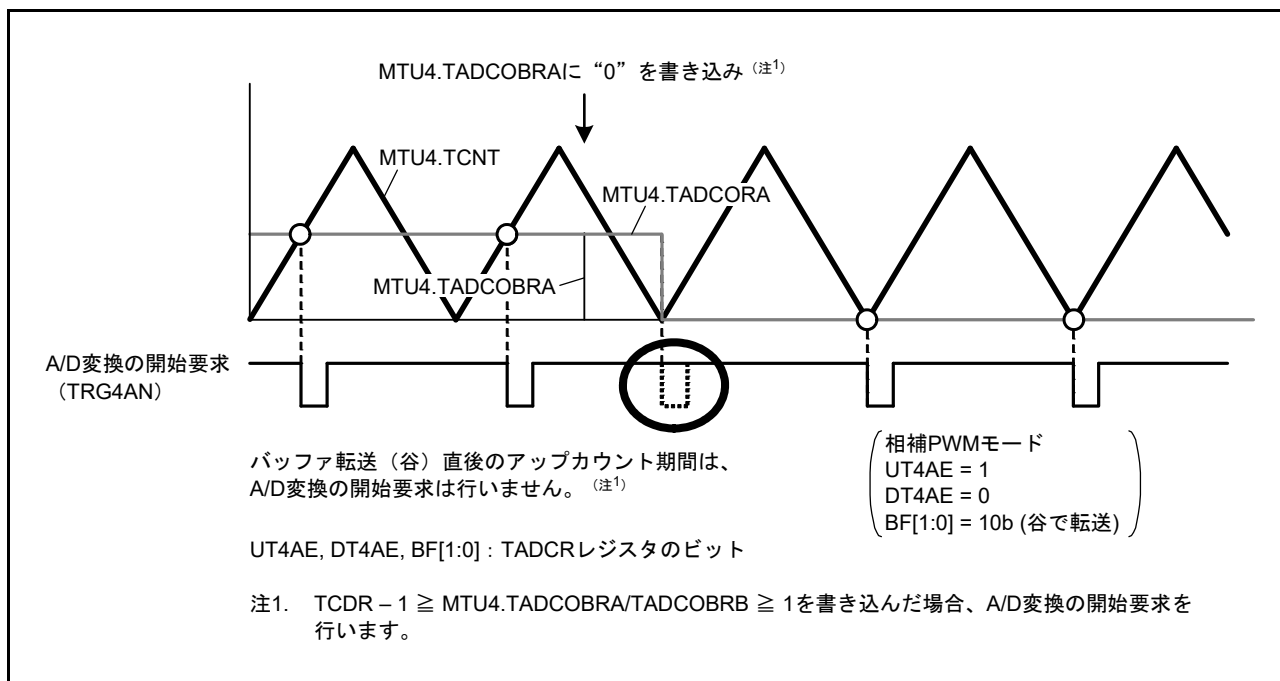

図 24.152 MTU4.TADCOBRA に“0”を書き込んだときの A/D 変換の開始要求 (MTU4)
- MTU4.TADCOBRA、MTU4.TADCOBRB (MTU7.TADCOBRA, MTU7.TADCOBRB) レジスタに“0”、かつ、MTU4.TADCR (MTU7.TADCR) レジスタの UT4AE、UT4BE (UT7AE, UT7BE) ビットに“1”を設定して、MTU4.TCNT (MTU7.TCNT) カウンタの谷でバッファ転送したとき、転送直後のアップカウント期間については A/D 変換の開始要求を行いません (図 24.152)。